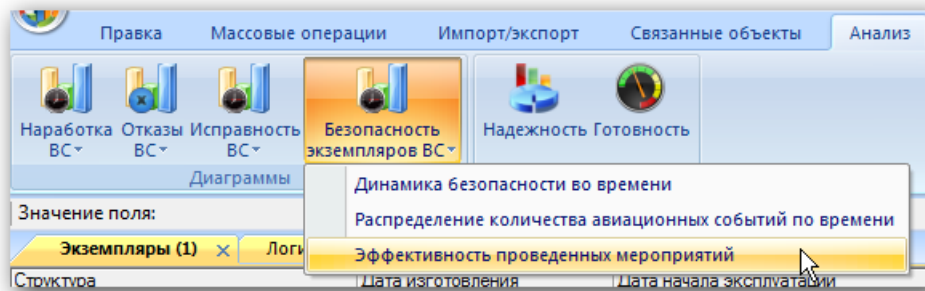

Рис. 13-450 – Выбор диаграммы по безопасности экземпляров
4) В отдельном рабочем окне отображается диаграмма по безопасности экземпляров (рис. 13-450). Краткое описание инструментов панели «Файл» для диаграмм приведено в пункте 5.4.7 «Панель «Диаграммы»», стр. 62.